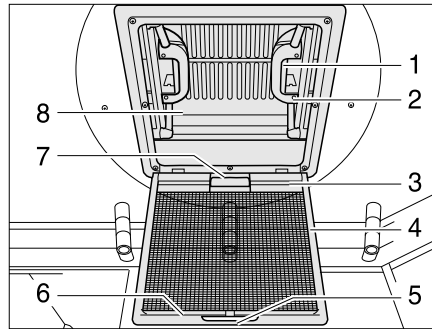

Fig. 42 Lanterneau à pousoirs
- Tirer sur la poignée (Fig. 42,5).
- Rabattre la moustiquaire (Fig. 42,4) vers le bas.
- Appuyer sur le verrou (Fig. 42,1) vers l'intérieur du lanterneau (Fig. 42,8). Pousser le lanterneau simultanément vers le haut par la poignée (Fig. 42,2).
- Faire basculer la moustiquaire (Fig. 42,4) vers le haut jusqu'à ce qu'elle s'enclenche.
- Tirer fortement le lanterneau (Fig. 42,8) vers le bas par les deux poignées (Fig. 42,2) jusqu'à ce que les deux verrous (Fig. 42,1) s'encliquettent.
- Tirer le store occultant par la poignée (Fig. 42,7) et accrocher la barre d'accrochage (Fig. 42,3) dans la barre de retenue (Fig. 42,6) de la moustiquaire.
- Détacher la barre d'accrochage (Fig. 42,3) de la barre de retenue (Fig. 42,6) et laisser revenir lentement le store occultant.